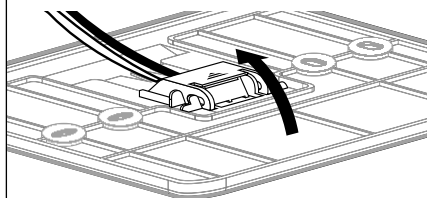

fig. 2
- ligar o par de fios ao conector (como explicado na página seguinte) e feche novamente a lingueta de protecção (fig.2),